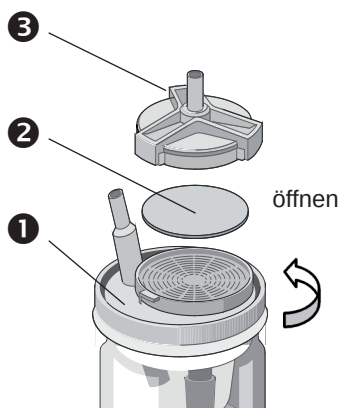

Bild 7. Bakterienfilter
- Sekretbehälter und Sekretbehälterdeckel lassen sich unter fließendem Wasser spülen oder in einem Waschautomaten reinigen. Hierzu entfernen Sie vorher den Bakterienfilter (Bild 7). Das Gerät selbst kann mit einem feuchten (nicht nassen) Tuch abgewischt werden.